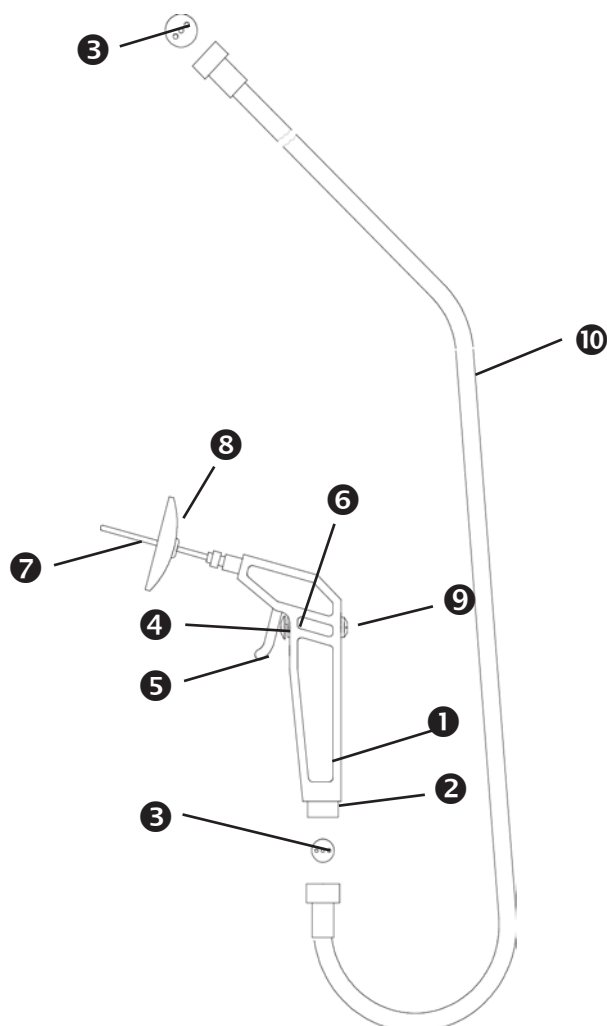

Figura 4. Manopola di lavaggio
- Avvitare il "tubo doppio" (⑩, figura 4), con la "guarnizione a tre fori" inserita (⑨, figura 4) sull'allacciamento dell'apparecchio (②, figura 3).
- Flusso d'acqua: almeno 400ml/min., dopo avere girato la vite di limitazione situata nella leva di disinnesto della manopola (5, figura 4).